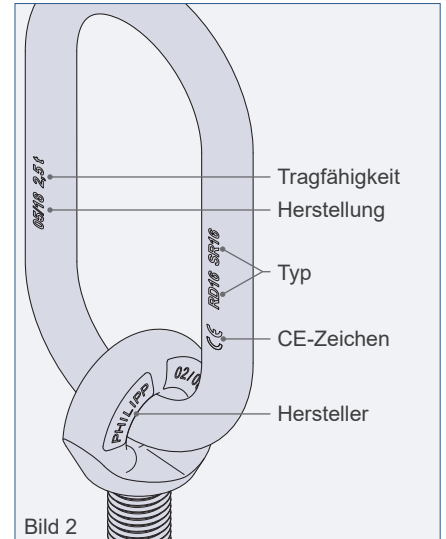

Bild 2
① Ausführung des Lifty bis Herstellung 12/20 (siehe Ringglied, Bild 2)